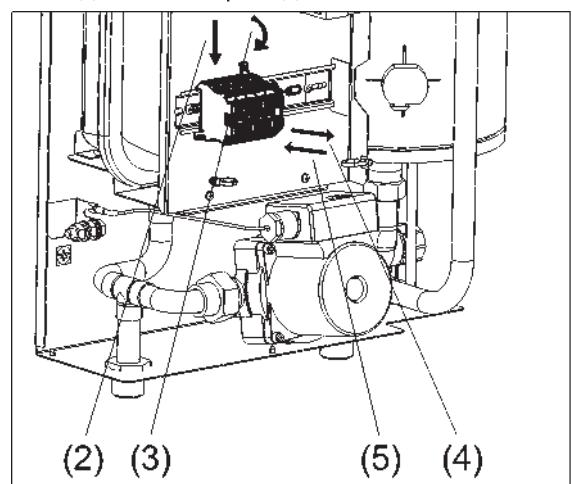

Рисунок 18. Замена винтовых клеммных колодок
- (1) Отсоедините все провода от колодки, которую требуется заменить (см. рис. 18);
- (2) Нажмите плоской отвёрткой на “язычок” колодки;
- (3) Чуть поверните колодку в сторону;
- (4) Снимите колодку с DIN-рейки;
- (5) Поставьте новую колодку на DIN-рейку взамен прежней;
- (6) Подсоедините к новой колодке отсоединеные провода.